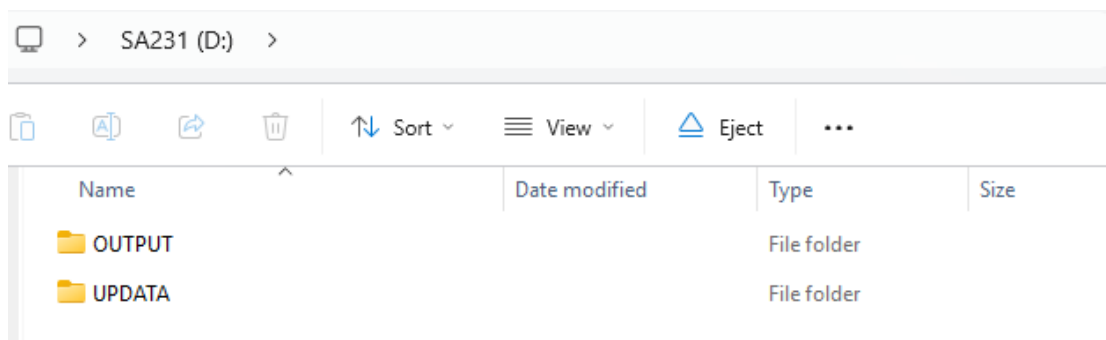
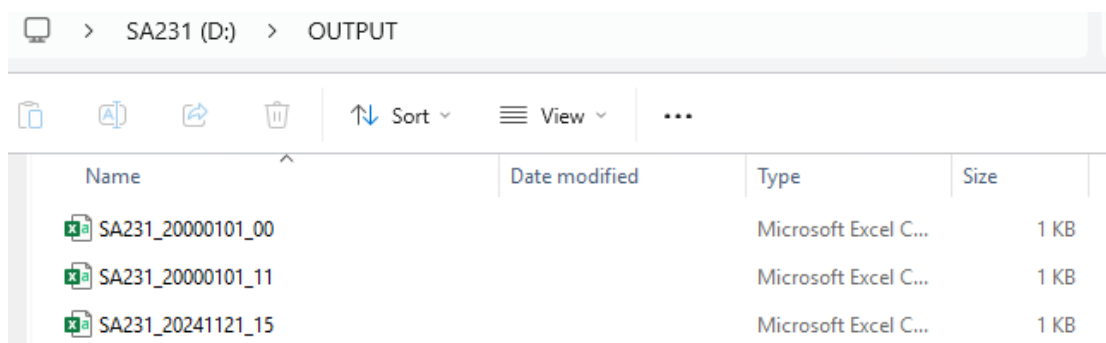

Abbildung 6
Abbildung 7
(1) Bitte verbinden Sie das Prüfgerät mit einem USB-Typ-C-Kabel mit dem Computer. Auf dem Computerbildschirm wird automatisch ein Ordner-Browserfenster mit dem Namen „SA231“ angezeigt, wie in Abbildung 6 dargestellt.
(2) Wenn es nicht angezeigt wird, klicken Sie auf dem Desktop auf „Arbeitsplatz“, suchen Sie unter den Geräten und Laufwerken das Laufwerk mit dem Namen „SA231“ und klicken Sie darauf, um es zu öffnen.
(3) Klicken Sie im Ordner „SA231“ auf den Ordner „OUTPUT“, suchen Sie die entsprechende Testdatendatei entsprechend dem zu exportierenden Testdatum und wählen Sie sie aus, wie in Abbildung 7 dargestellt.
(1) Bevor Sie die Software aktualisieren, trennen Sie bitte das Testgerät vom Stromnetz, halten Sie die Taste „Bestätigen“ am Testgerät (die Taste unten rechts auf dem Bildschirm) gedrückt und verbinden Sie das Testgerät dann mit einem USB-Typ-C-Kabel mit dem Computer. Nachdem der Bildschirm aufleuchtet und die zugrunde liegende Software-Aktualisierungsschnittstelle angezeigt wird, lassen Sie die Taste „Bestätigen“ los. Zu diesem Zeitpunkt wird automatisch ein Ordner-Browserfenster mit dem Namen „SA231“ auf dem Computerbildschirm angezeigt, wie in Abbildung 6 dargestellt. Wenn es nicht angezeigt wird, klicken Sie auf dem Desktop auf „Arbeitsplatz“, suchen Sie den Laufwerksbuchstaben „SA231“ unter den Geräten und Laufwerken und klicken Sie darauf, um ihn zu öffnen.